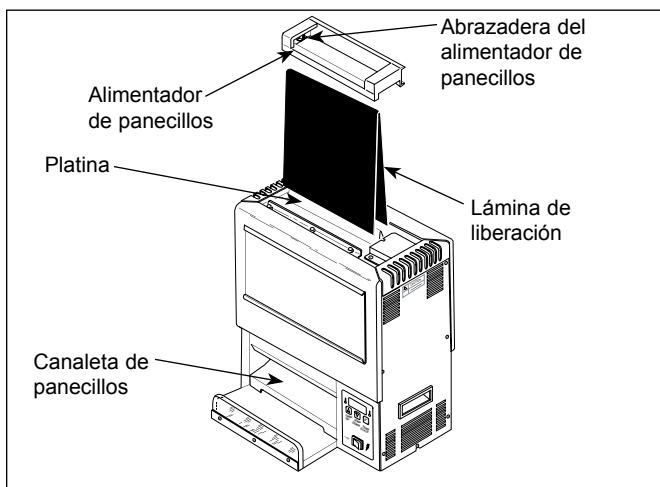
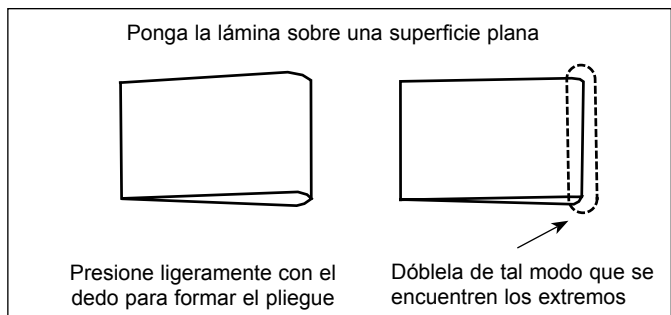

Figura 9. Desmontaje e instalación de la lámina de liberación
Figura 16. Doble de la lámina de liberación
3. Retire la lámina de liberación (Figura 9) y déjela sobre una superficie limpia, plana y seca. Rocíe el Superconcentrado multiuso **McD® All-Purpose Super Concentrate (HCS)** sobre una toalla limpia y seca. Pase la toalla firmemente por la lámina de liberación a lo largo de toda su superficie. Repita inmediatamente este procedimiento con una toalla limpia y seca humedecida con solución higienizadora **KAYQUAT™ Sanitizer (HCS)** y deje que la lámina de liberación se seque al aire. Invierta la lámina de liberación y repita este procedimiento de limpieza por el otro lado.
1. Doble por la mitad la lámina de liberación nueva, marcando el pliegue solamente con los dedos, (Figura 16) y colóquela sobre la platina. Deje que el transportador la ponga en su sitio y verifique si se colocó correctamente (Figura 9).